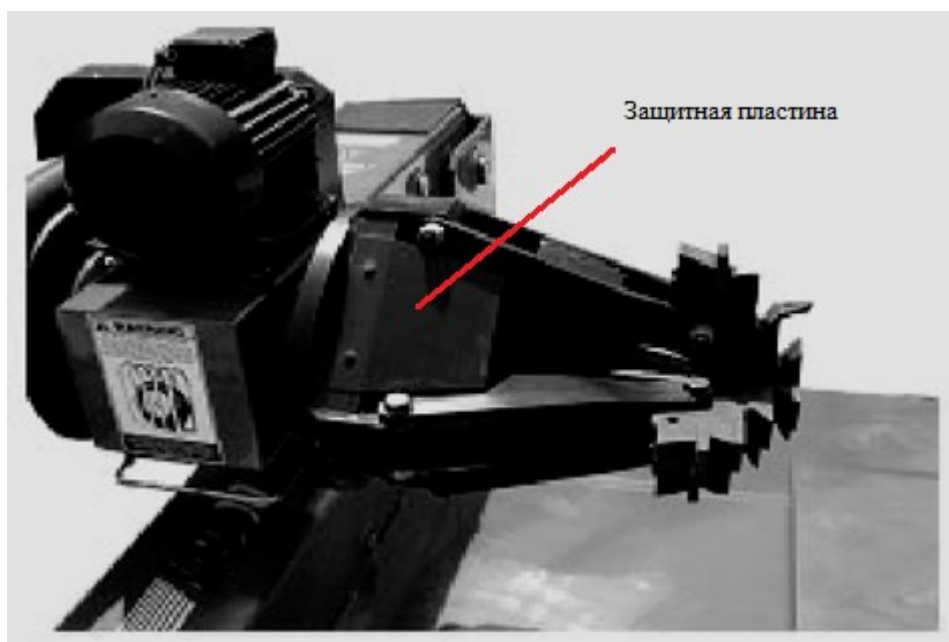

Рис. 21
1) Защитные металлические пластины (рис. 21)